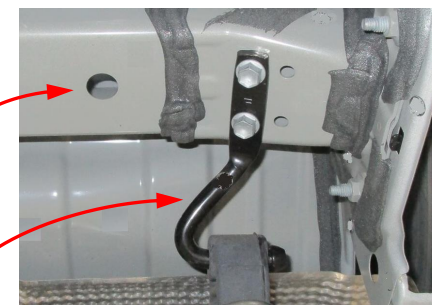

Figure 4.
- Silencieux inférieur:** à l'aide d'une douille de 13 mm, retirez les (2) boulons M8 d'origine du support d'échappement au bas du cadre côté conducteur. Remettre les boulons d'usine au propriétaire. À l'aide d'une pince de dépose du support d'échappement, retirez (1) support en caoutchouc du côté passager près du cadre et (1) support en caoutchouc à l'avant du silencieux. **REMARQUE:** S'assurer que l'échappement est soutenu avant de déposer les supports d'échappement.
- Pour faciliter l'installation de l'attelage, retirez le support d'échappement en acier du support en caoutchouc du côté conducteur du silencieux. **Voir la figure 4.**